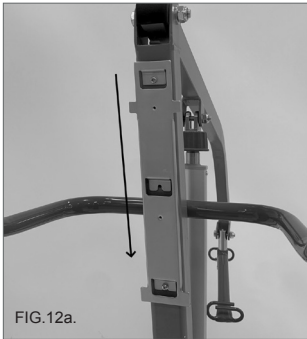

FIG. 12a.
3. Schieben Sie die Steuereinheit von oben nach unten auf die neu montierte Halterung und befestigen Sie sie mit den Schrauben. (Abb. 12a-12b)